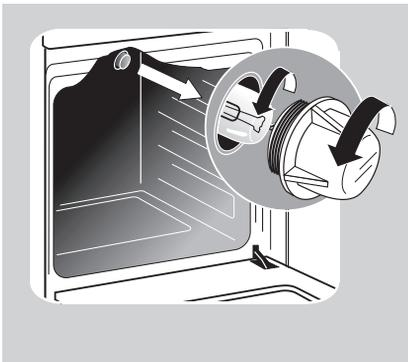
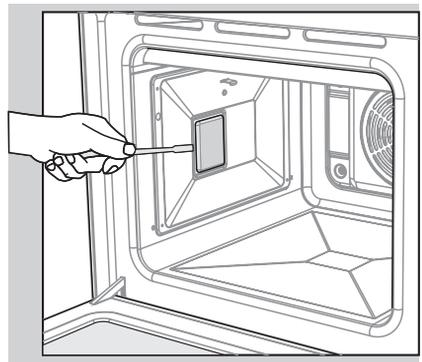

Рис. 21
Рис. 22
- Открутите стеклянный плафон (рис.21) или снимите плафон бокового освещения, предварительно сняв проволочную направляющую (рис. 22).